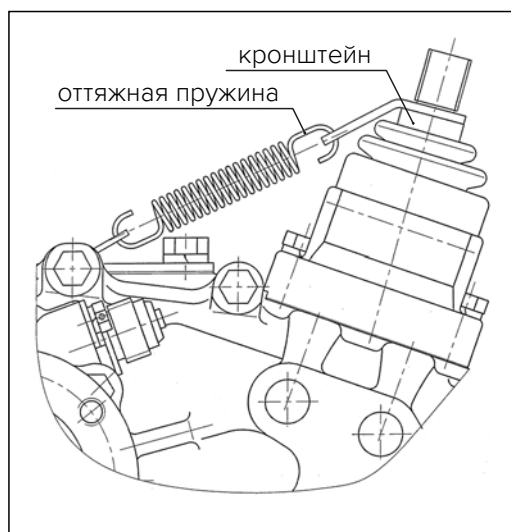

Рис. 22
6. Произведите сборку механизма РК в соответствии с Рис. 22.